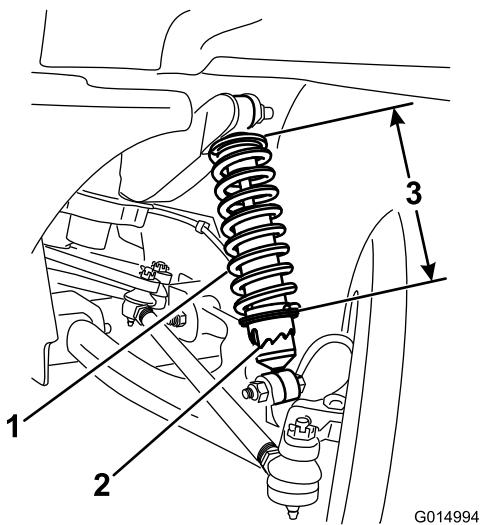

Рисунок 38
- A. Используя инструмент Toro6010, поверните кольцо на амортизаторе, чтобы изменить длину пружины (Рисунок 38).